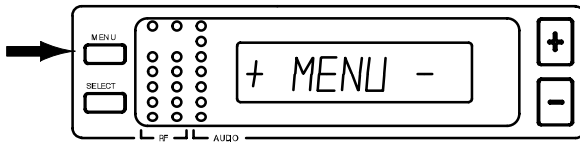

ABBILDUNG 21
1. Die MENU-Taste drücken. Die „+ MENU –“-Anzeige erscheint (Abbildung 21).